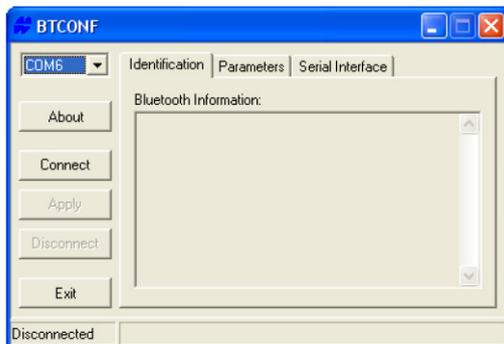

Figura 2-19. Schermata principale di configurazione del modulo Bluetooth
2. Lanciare il programma di configurazione del modulo Bluetooth (Figura 2-19). Per la versione BTCONF e informazioni sul copyright, fare clic sul tasto **About**.